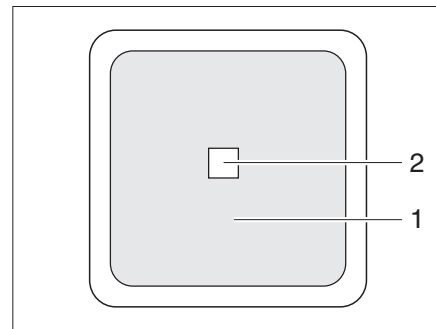

Fig. 241 Commutateur externe
- II "Remo." = l'appareil peut être mis en service et hors service avec le commutateur externe (Fig. 241,1).
Le commutateur externe de l'onduleur (Fig. 241) se trouve dans l'habitacle intérieur du véhicule ou dans l'emplacement de stockage. Le commutateur est identifié par l'inscription "Onduleur". La DEL (Fig. 241,2) indique l'état de fonctionnement de l'onduleur.